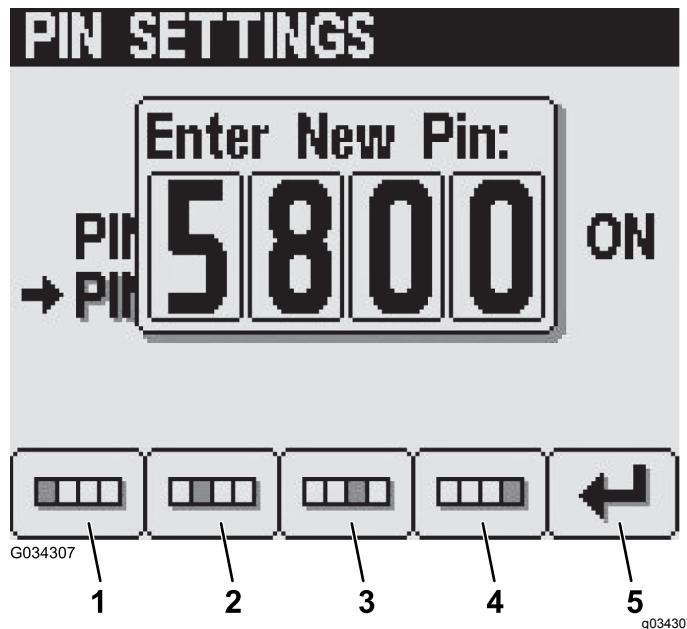

Figura 34
5. En la pantalla de Ingresar PIN nuevo, ingrese su PIN nuevo usando los botones 1 a 4 y pulse el botón 5 para ingresar el PIN nuevo en el InfoCenter (Figura 34).